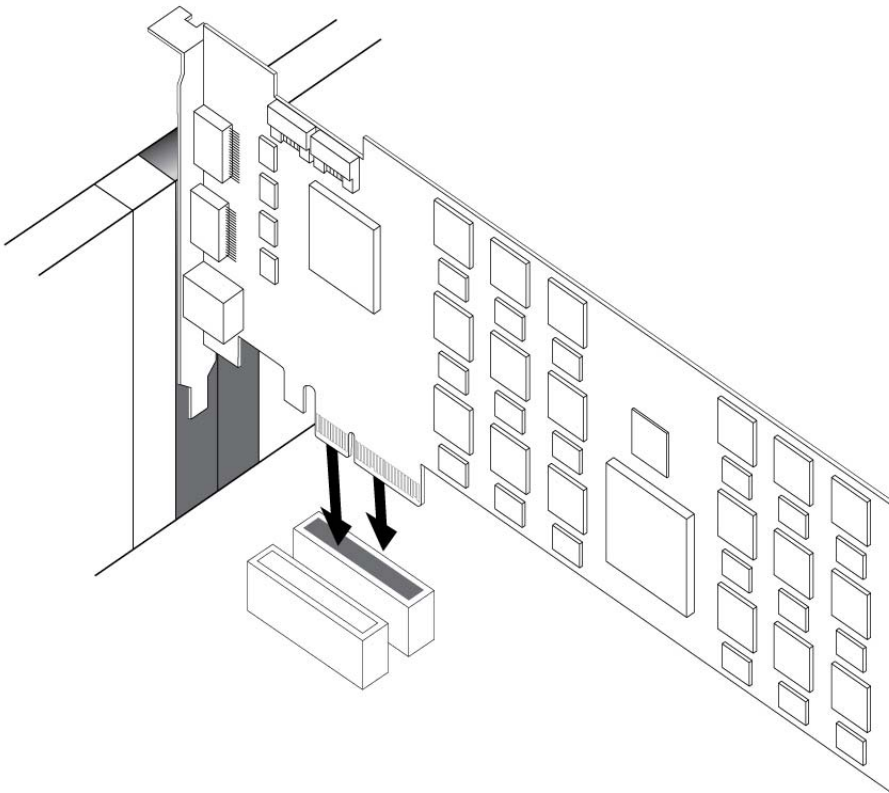

図8 PCにHDXカードをインストールする
- 6 推奨される PCIe スロット（通常、ビデオ・カードに一番近い 1 番目の PCIe スロット）に HDX PCIe カードをインストールします（56 ページの図 8 参照）。